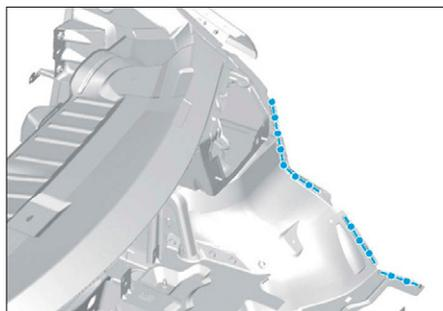
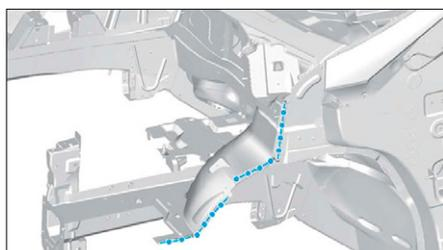

FIG. 31
FIG. 32
- Préparer les zones d'accostage et les protéger par un apprêt soudable (Fig.31) et (Fig.32).